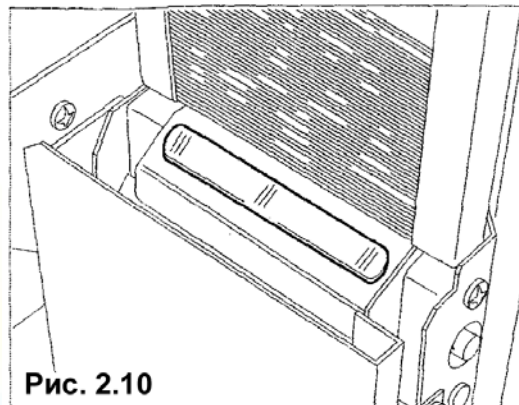

Рис. 2.10
- Редукторный двигатель, который приводит в действие устройство выбрасывания ложки, начинает работать и заставляет ложку падать в стаканчик (рис. 2.10).